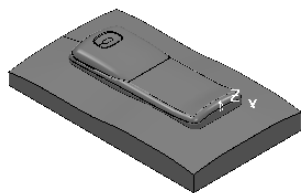

图 2-125 打开范例文件
2) 选择下拉菜单中的“文件”→“打开项目”命令, 弹出“打开范例”对话框, 选择“随书光盘: \第2章\exercise16\uncompleted”文件夹, 如图 2-125 所示。